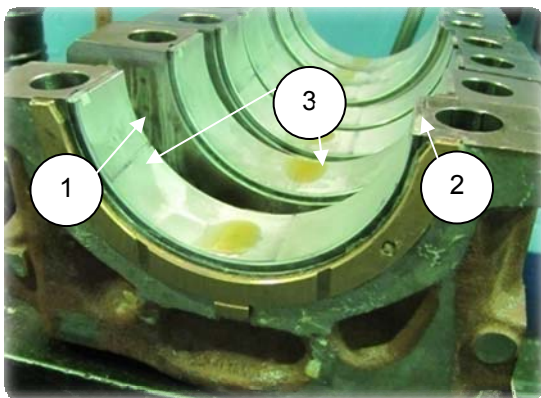

Рис. 6.13
1. Установить вкладыши нижние (1) (840.1005171) в крышки коренных подшипников, совместив замок вкладыша с пазом постели (рис. 6.13)
1. Установить два полукольца (2) (рис. 6.13) (840.1005194-10) упорного подшипника нижние на штифты (1) (рис. 6.14) крышки заднего подшипника так, чтобы сторона с канавками на полукольцах (3) (рис.6.13) прилегала к упорным торцам коленчатого вала.